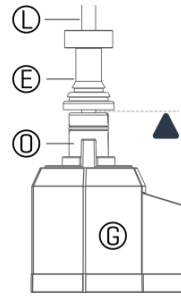

Abbildung 6
Um eine reibungslose Funktion in Verbindung mit den GEWA Trigger Bänken zu gewährleisten, muss der Beckenabstand im ruhenden Zustand mindestens so groß sein, dass der Clutch Bumper (E) den beweglichen Schlitzen des Hi-Hat Controllers (O) nicht herunterdrückt. Vergleiche hierzu *Abbildung 6*.
- 3 Nach Schritt 2 darf der Clutch Bumper (E) den Schlitten (O) berühren, ihn aber nicht herunterdrücken. (siehe *Abbildung 6*). Dies entspricht dem minimalen Beckenabstand (S) von ca. 19 mm (¾").
**GEWA Drum Konsolen:** Beckenabstände unterhalb des minimalen Abstands (S) sind möglich, erfordern jedoch die Modifikation des Trigger Parameters "**High Position**" (Hi-Hat Controller).